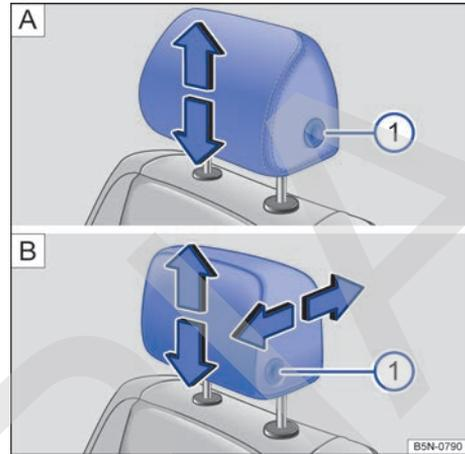
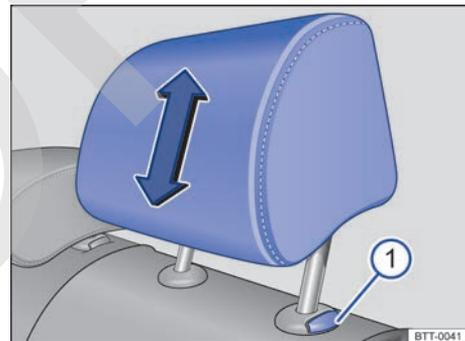

Fig. 98 Ajuste de los apoyacabezas delanteros: **A** Sin posibilidad de ajuste longitudinal, **B** con posibilidad de ajuste longitudinal.
Fig. 99 Apoyacabezas traseros: ajuste.
- Tire del apoyacabezas hacia arriba o hacia abajo, dado el caso a la vez que presiona la tecla → **fig. 98** ① o → **fig. 99** ①, en el sentido de la flecha correspondiente → ⚠ en *Introducción al tema* de la pág. 122.
- Desplace el apoyacabezas hacia delante o, a la vez que presiona la tecla → **fig. 98 B ①**, hacia atrás en el sentido de la flecha correspondiente.